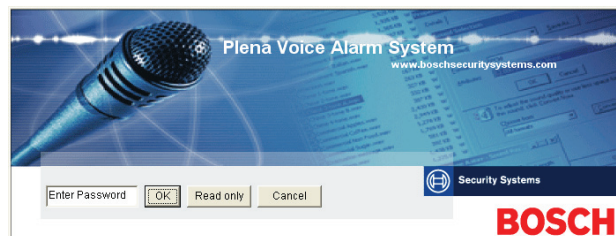

figura 8.9: Palavra-passe
- 2 Faça um duplo clique no ícone Plena Weekly Timer Configuration. Aparece uma janela semelhante à da figura 8.9.